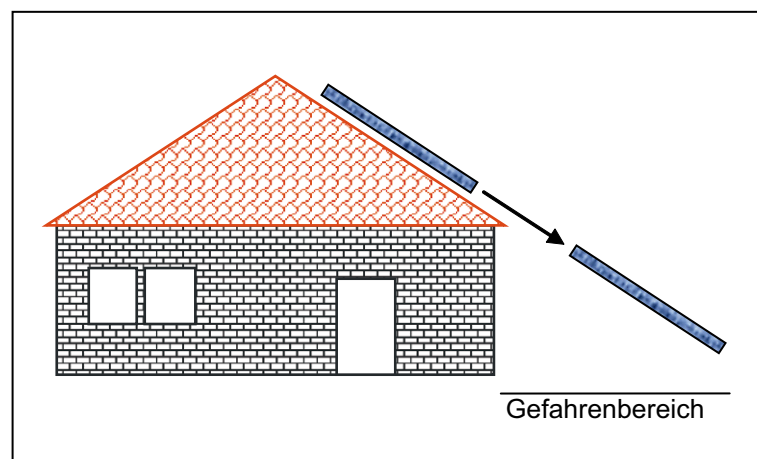

Abbildung 3: Darstellung des Gefahrenbereichs durch herabstürzende Photovoltaikmodule.
- Abbildung 3: Landesfeuerweherschule Baden-Württemberg